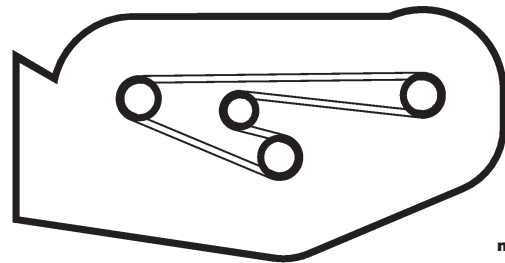

Abbildung 28
1. Den neuen Riemen an den Schnittmesserriemensscheiben und der Führungsrolle anbringen (Abb. 28).